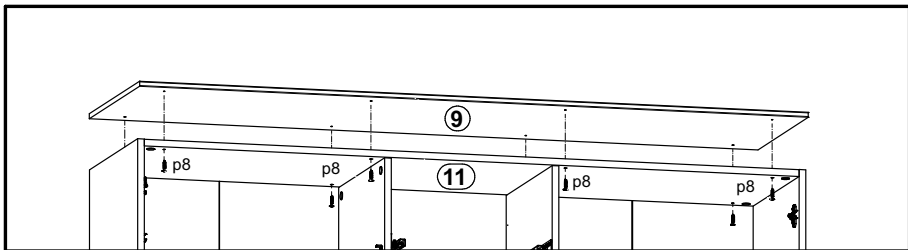

Рисунок 8
14. Присоединить щит верхний 9 к полке соединительной 11 с помощью шурупов p8 (см. рис. 8).